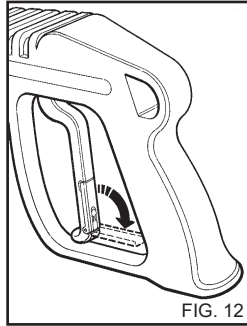

FIG. 12
- Quando l' idropulitrice non viene utilizzata chiudere il dispositivo di sicurezza dell' impugnatura (fig. 12).